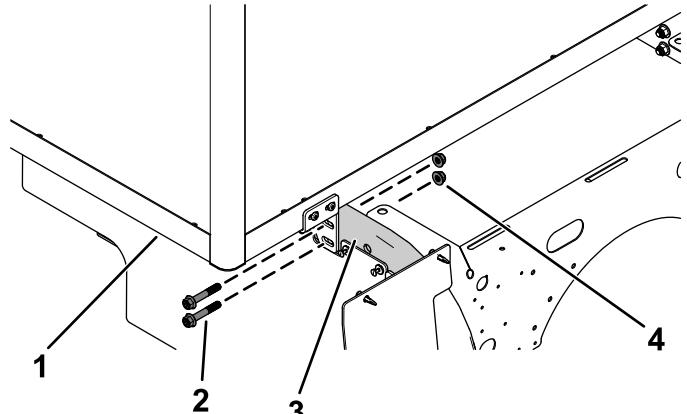

Figura 7
- Prenda a frente da caixa da carrinha utilitária à frente dos tubos da estrutura utilizando os dois parafusos de cabeça flangeada (¾ pol. x 2½ pol.) previamente removidos e duas porcas flangeadas (¾ pol.) em cada lado (Figura 7).